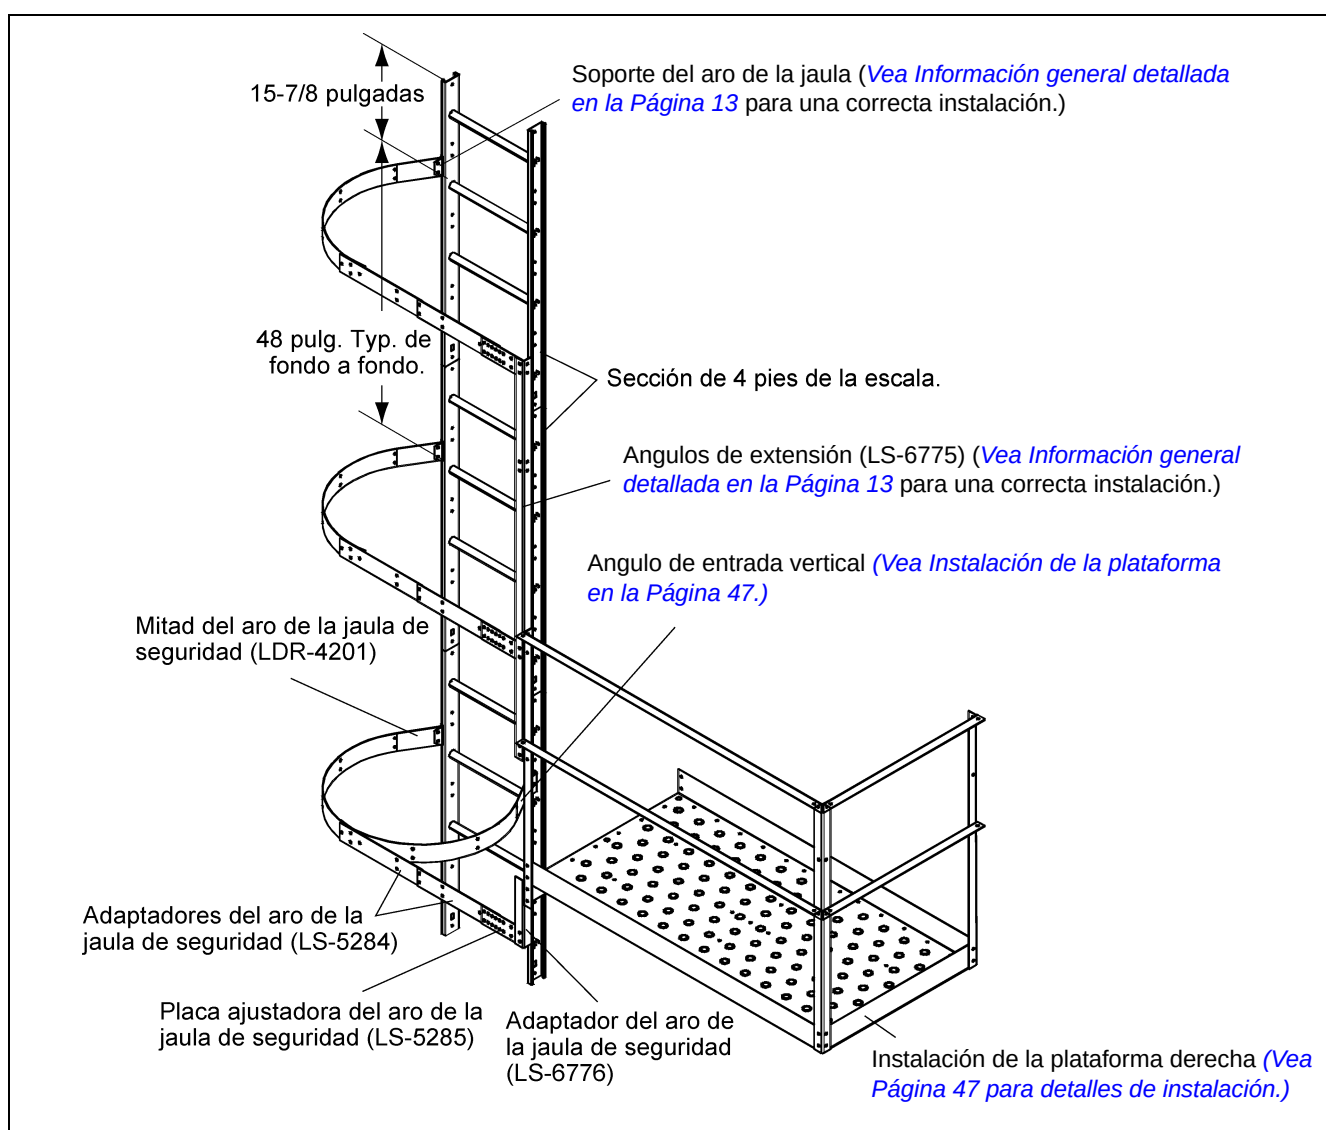

Figura 6V
Se requiere de una pre-instalación antes de conectar cualquier pieza a la plataforma o escalas. Conecte los soportes de la jaula de seguridad a la sección de la escala. \(Vea Información general detallada en la Página 13.\) Emperne las placas ajustadoras del aro de la jaula de seguridad al ángulo de extensión como se muestra en la Figura 6V. Emperne los adaptadores para el aro de la jaula de seguridad a las mitades de los aros de la jaula de seguridad, utilizando los orificios adecuados según el diámetro del silo. \(Vea Página 49.\) Asegúrese de usar los pernos de 5/16 pulg. x 1 pulg. con sus cabezas hacia el interior de la jaula de seguridad. Emperne estas conexiones a los soportes de la jaula de seguridad y las placas ajustadoras del aro, apriete bien los pernos mientras a medida que va avanzando. La instalación del fondo requiere de dos (2) mitades de aro que se ubicarán justo debajo de la plataforma como se muestra en la Figura 6V. Utilice el ángulo ajustador para el aro de la jaula de seguridad para afirmar las conexiones de las dos (2) mitades del aro al ángulo de entrada vertical en la instalación de la plataforma.